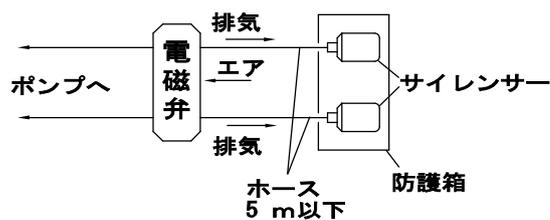

Fig.3.2
- ❗ ・ホースの先端部にはダイアフラムが破損した場合の液体の流出を想定して、必ずピット、防護箱などを設置してください。（Fig.3.2）